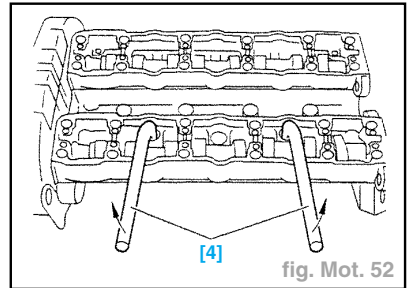

fig. Mot. 52
- Basculer et décoller la culasse à l'aide des leviers [4] (prendre soin de ne pas détériorer le carter de distribution (fig. Mot. 52).